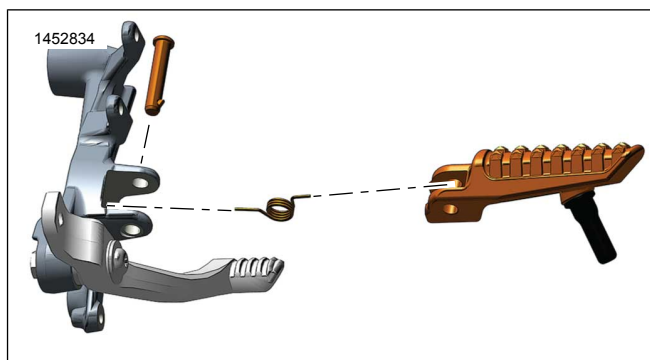
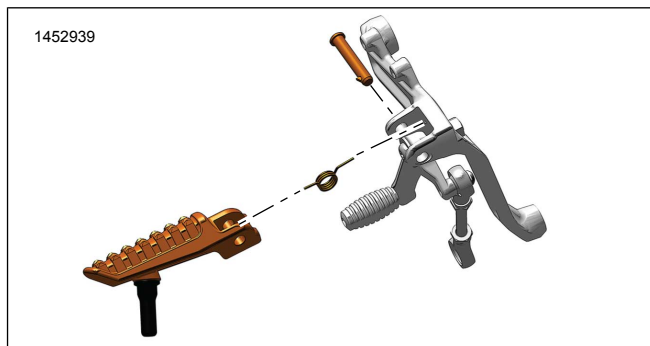

Рисунок 3. Подножка для водителя (правая)
Рисунок 4. Подножка для водителя (левая)
- b. См. Рисунок 3 или Рисунок 4 . Вынув подножку в сборе, снимите узел с кронштейна.